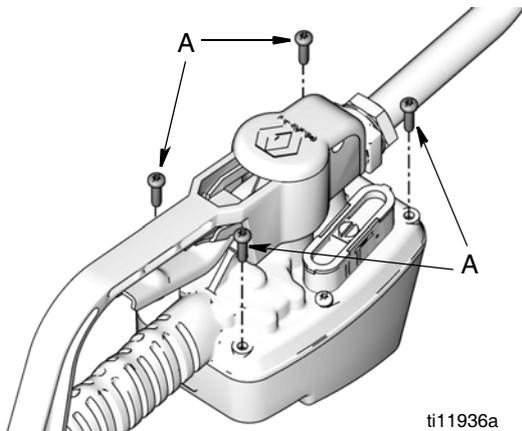

FIG. 30
2. Utiliser une clé Torx (T20) pour déposer les 4 vis (A) sur les coins du fond du compteur (FIG. 30). Mettre ces vis de côté pour pouvoir les réutiliser lors du remontage.